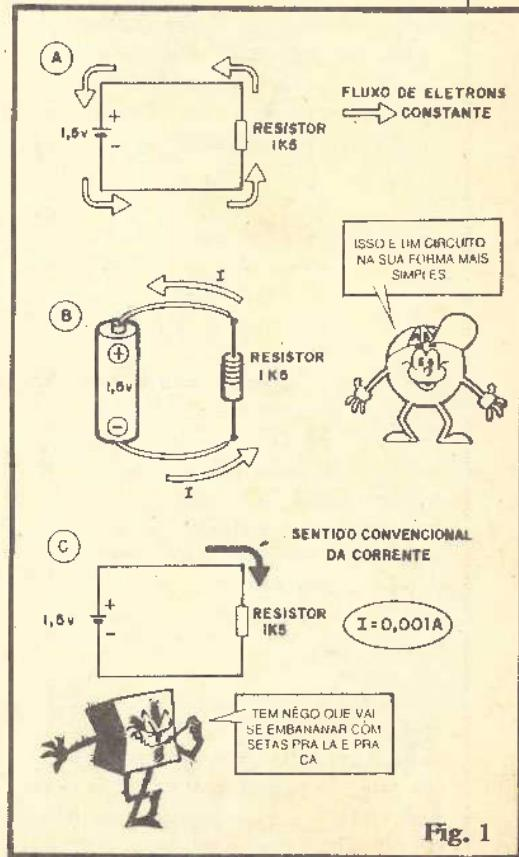

Fig. 1
- FIG. 1 - Conforme já foi dito, a corrente fornecida por pilhas é chamada de **CONTÍNUA** porque flui **continuamente**, sempre no mesmo sentido. Esse fluxo se mantém enquanto tal fonte (pilhas) tiver energia para fornecer ao circuito e enquanto tal circuito esteja completo ("fechado").
- 1-A - A palavra "circuito" tem a mesma raiz do termo "circular", e seu significado é óbvio: algo cujo fim retorna ao seu começo, uma coisa "fechada" em si própria (mesmo que sua forma real não seja exatamente circular...). Observando o desenho de um autódromo para corridas de Fórmula 1 é fácil intuir esse conceito: embora nenhum dos autódromos seja perfeitamente circular, todos eles são chamados de "circuito", simplesmente porque seus fins estão emendados com seus **começos**, de modo a permitir aos carros neles circularem indefinidamente, por quantas "voltas" se quiser! A fig. 1-A esquematiza a forma mais elementar de um **círculo elétrico**: uma única pilha com seus terminais ligados a um único resistor... O sistema, assim "fechado", permite à corrente (como já vimos na Revista/Aula nº 1, determinada pelas GRANDEZAS, Tensão da pilha e Resistência do resistor...) circular pelo sistema. Há um percurso para o fluxo da corrente...
- 1-B - O esqueminha da fig. 1-A em "forma real", ou seja, com seus componentes vistos como eles são. Em ambos os casos (1-A e 1-B) o fluxo da corrente está indicado pelas setas (a letra "I", como vimos em Lições anteriores, simboliza a CORRENTE...). Em linguagem simples, uma pilha é capaz de fornecer corrente porque "tem tensão", ou seja: existe uma **diferença de potencial** elétrico entre seus dois polos ou terminais. Seu polo NEGATIVO tem "so-
- 1-C - Pelo que já aprendemos em Lições anteriores, podemos calcular facilmente a CORRENTE no circuito/exemplo da FIG. 1... Lembrando a fórmula básica:
Desde já, contudo (para eliminar futuras dúvidas ou confusões...) é bom esclarecer um ponto: as setas indicativas do sentido em que se dá o fluxo eletrônico (figs. 1-A e 1-B) representam a direção em que "caminham" os elétrons. Entretanto, convencionou-se, há muito tempo, indicar o fluxo da corrente DO POLO POSITIVO PARA O POLO NEGATIVO (ver seta preta na fig. 1-C)! Essa dualidade pode "embalar" um pouco o Leitor/Aluno, nesse início de "Curso", porém logo, logo todos se acostumarão com esse fato, mesmo porque, na própria simbologia adotada universal-
"falta"! Esse fluxo de água (analogia da CORRENTE...) é constante, só parando quando finalmente (ver 2-B) os níveis nos dois recipientes tornarem-se iguais. Nesse momento, embora os vasos continuem interligados pelo cano (o "ciclo" continua "fechado"...), NÃO HÁ MAIS FLUXO (ou "corrente" d'água...). Esse arranjo (chamado, em física de "Vasos Comunicantes") ilustra perfeitamente, por comparação e analogia, o comportamento da corrente elétrica, em relação a uma pilha "carregada" ou "descarregada", num circuito fechado (ver fig. 1-A). Basta imaginar o fluxo d'água como sendo o fluxo de elétrons... Quem for um pouco mais atento, poderá fazer outras importantes analogias, no caso, também quanto ao RESISTOR: "cês tão" lembrados da bronca que o QUEIMADINHO deu na primeira Revista/Aula, quando compararam os RESISTORES com "canos d'água...? Pois bem... Voltem lá e verifiquem, comparem (o QUEIMADINHO - para variar - "não estava com nada"...).